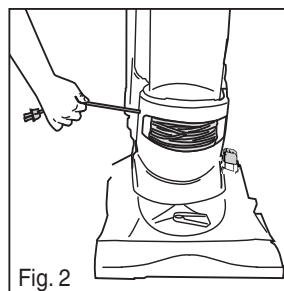

Fig. 2
- Jale y extienda el cable a la longitud deseada. No lo jale más allá de la línea roja (Fig. 2).